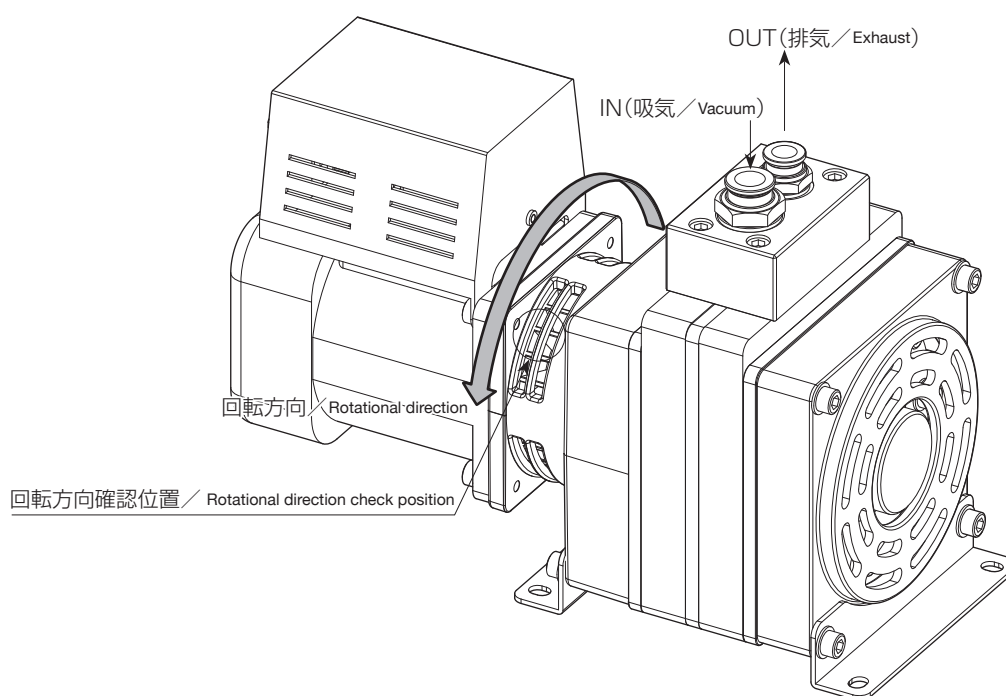

図2：ポンプ回転方向／Figure-2: Direction of Pump Rotation
6. モータの回転方向は、ポンプ側から見て反時計方向になります。(図2参照)